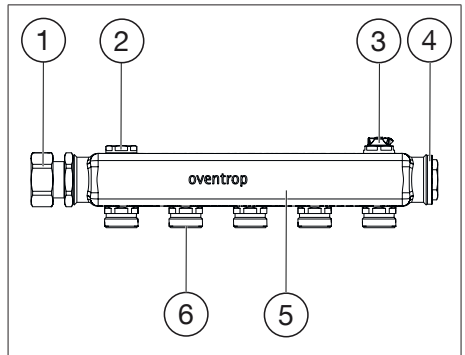
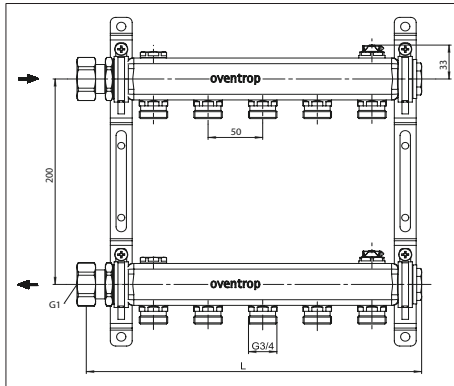

Abb. 1: Aufbau
Abb. 2: Maße in mm (Frontansicht)
Verwenden Sie die Entlüftungsstopfen (siehe Abb. 1 auf Seite 7 und Abb. 2 auf Seite 7 (2)) zum Entlüften der Anlage. Sie können die Anlage auch im laufenden Heizbetrieb entlüften.